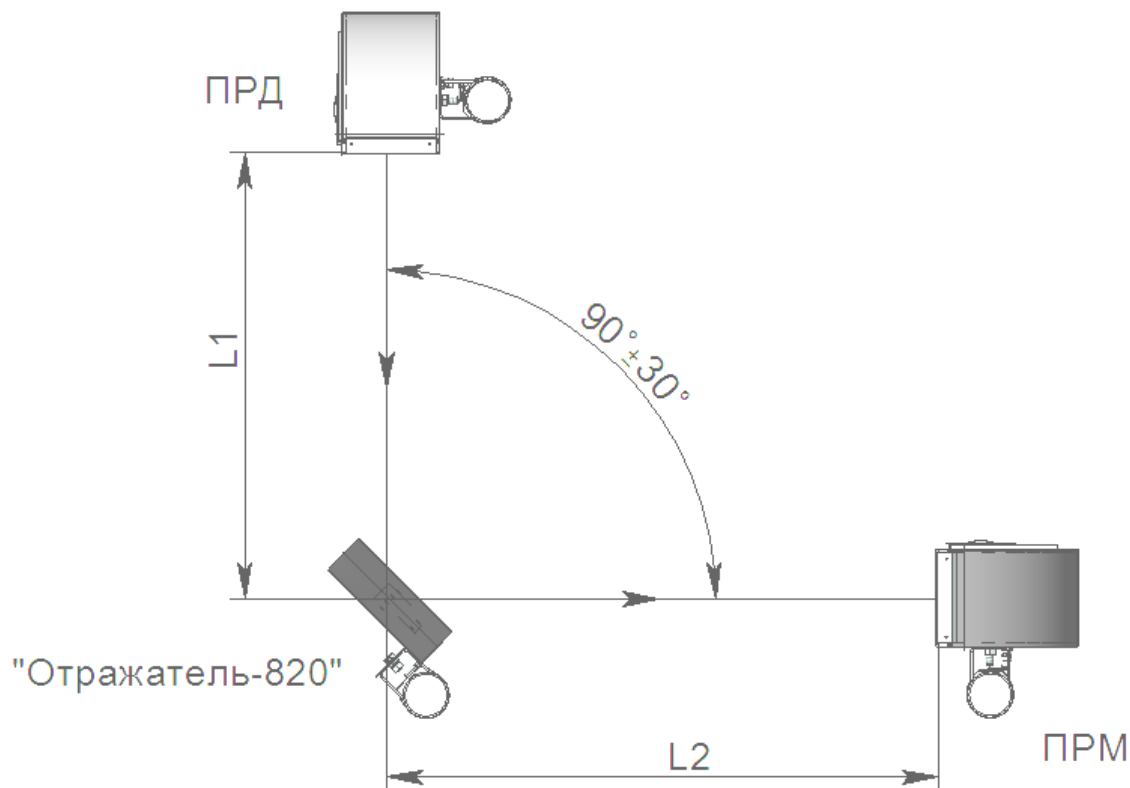

Рисунок 10.1
10.2 При работе с «Отражателем-820» суммарная длина зоны обнаружения $L1+L2$ (где $L1$ – расстояние между ПРД и отражателем, $L2$ – расстояние между отражателем и ПРМ, см. рисунок 10.1) не должна превышать 70м.